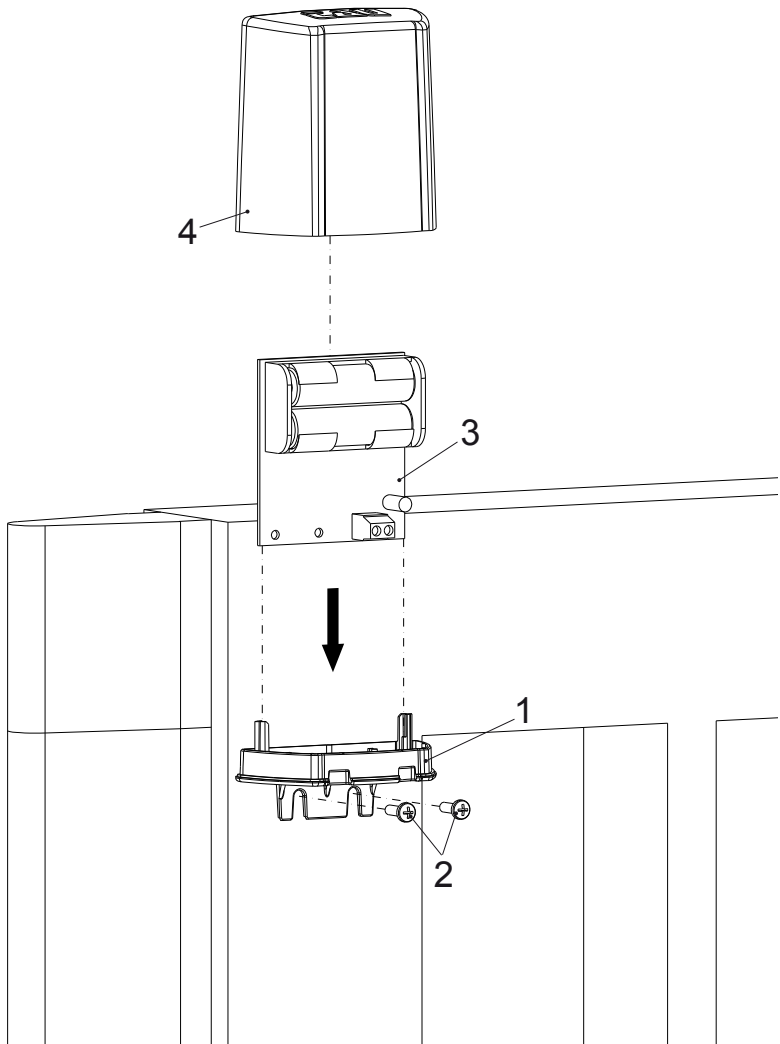

fig. 1
- 1_ Den TWC-Wächter an der Schallleiste anbringen, indem zuerst der Haltebügel (1 Abb. 1) mit zwei Schrauben (2 Abb. 1) befestigt wird, die für die Struktur des Tores geeignet sind. Die TWC-Karte (3 Abb. 1) in die entsprechenden Halterungen der Basis einführen
- 4_ Das Kartengehäuse mit dem entsprechenden Deckel (4 Abb. 1) schließen.